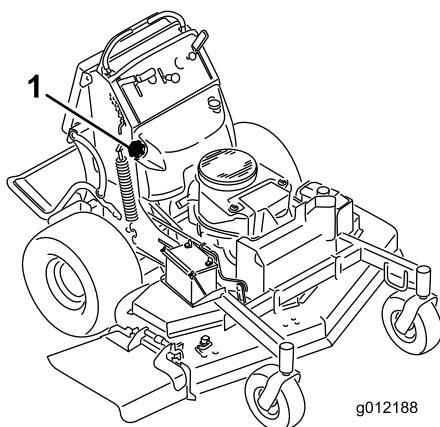

Figure 50
6. À l'aide du siphon, vidangez le carburant dans un bidon propre (Figure 50).